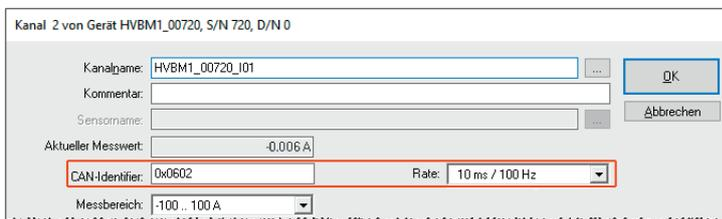

Abb. 6-38: **Dialog für Kanalkonfiguration**, Modul über CAN verbunden, **Konfiguration pro Kanal** aktiviert
- ☞ Im Dialogbereich **CAN** die Option **Konfiguration pro Kanal** aktivieren (Abb. 6-38).
- ▶ Im **Dialog für Kanalkonfiguration** sind die Optionen **CAN-Identifer** und **Rate** verfügbar (Abb. 6-38).